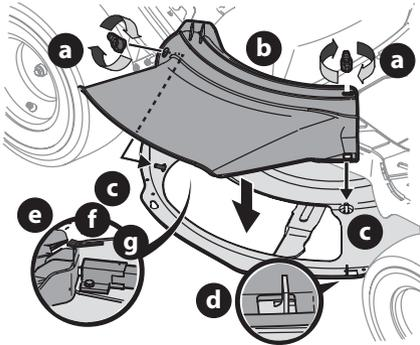

Figure 8
1. Retirez les écrous papillon (a) du plateau de coupe. Gardez-les pour utilisation ultérieure (Figure 8).
2. Installez le déflecteur d'éjection (b) sur l'ouverture du plateau de coupe. Introduisez les goujons (c) sur la surface du plateau de coupe dans les trous sur la partie supérieure du déflecteur d'éjection (b). Introduisez la petite encoche (d) sur le rebord du plateau de coupe dans le trou carré sur la partie inférieure du déflecteur d'éjection (b) (Figure 8).
IMPORTANT! Assurez-vous que la partie supérieure arrière du déflecteur d'éjection (b) s'appuie contre l'interrupteur de sécurité (e) situé sur la surface du plateau de coupe. Le moteur ne démarrera pas si le déflecteur d'éjection (b) n'est pas bien installé (Figure 8).
3. Fixez le déflecteur d'éjection (b) en serrant les écrous papillon (a) retirés à l'étape 1 (Figure 8).